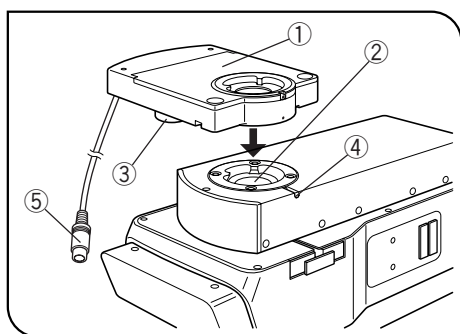

図 3
### 電動アナライザMX-ANMの取付け(図3)
- 1) 電動アナライザMX-ANM①をオートフォーカスユニットU-AFA2M鏡筒取付部②または顕微鏡の鏡筒取付部にモータ部③が正面から見て左側になる(図3状態)ように取付け、固定ねじ④を仮止めします。(次項のクロスニコル調整のため)
- 2) 電動アナライザMX-ANMの接続ケーブルコネクタ⑤をコントロールボックスBX-UCBのFW2表示のコネクタに接続します。